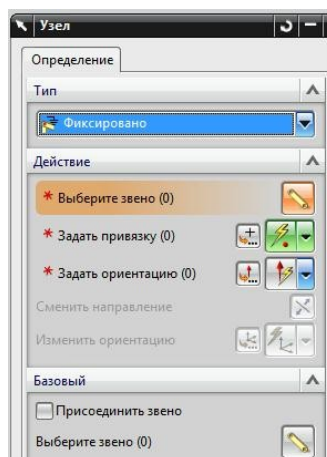

рис.82
- Можно по-разному связать желтое тело с остальным механизмом. Но проще всего жестко привязать желтый прицеп к зеленому грузу. И делается это обычной командой *Фиксировано* (рис.82).